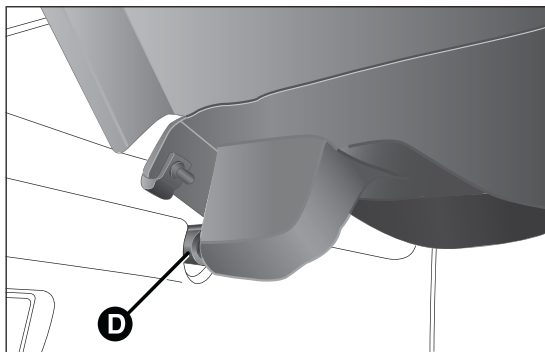

fig. 83
- ☐ liberare i perni D fig. 83 posti all'esterno del ripiano, quindi rimuovere la cappelliera B tirandola verso l'alto;